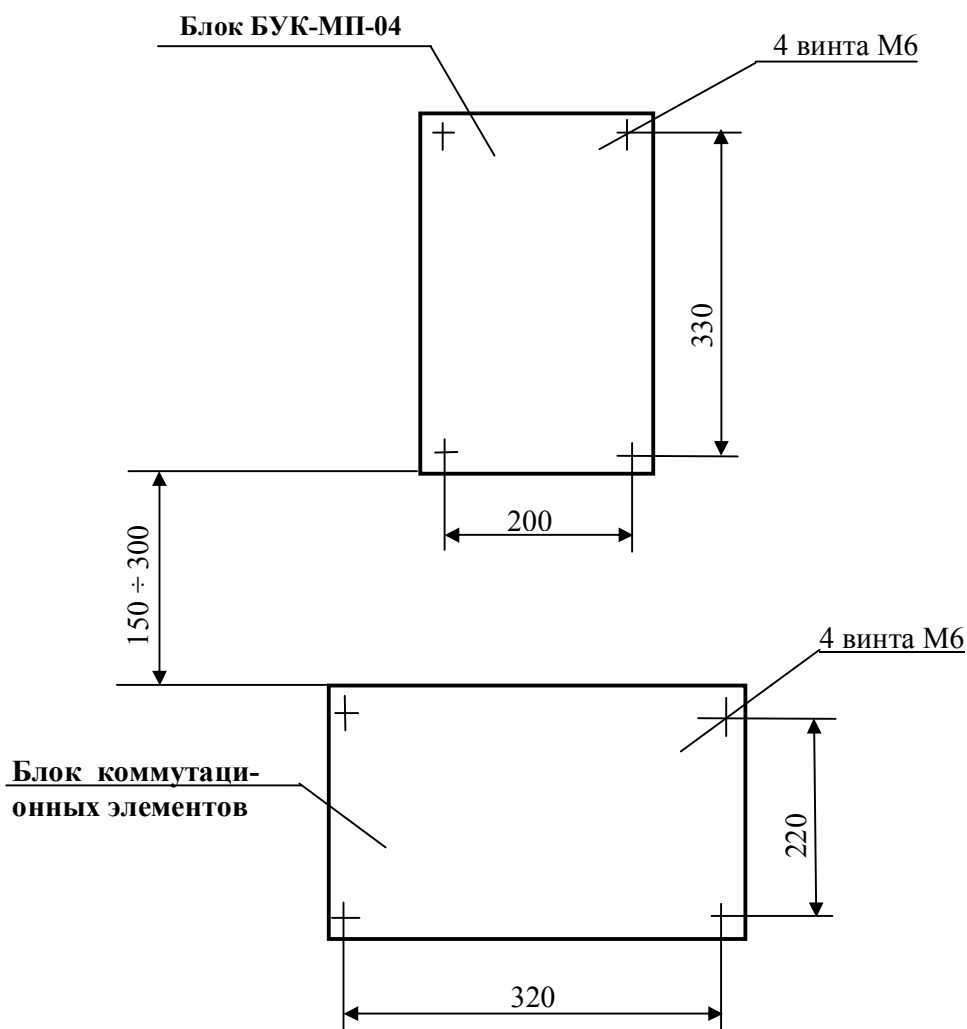

Рис. 1. Разметка под установку блока БУК-МП-04 и блока коммутационных элементов.
2.2.1. Блок **БУК-МП-04** устанавливается на вертикальной плоскости (щите) на высоте 1500-1700 мм от уровня пола. Блок коммутационных элементов (для подключения внешнего монтажа) располагается на расстоянии 150 – 300 мм ниже блока (см. рис.1).